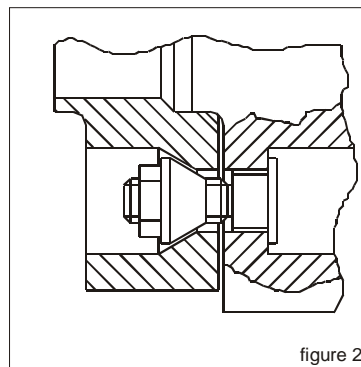
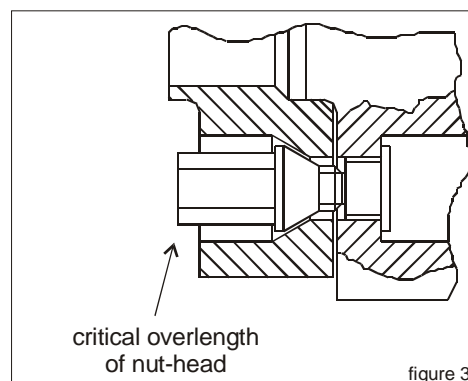
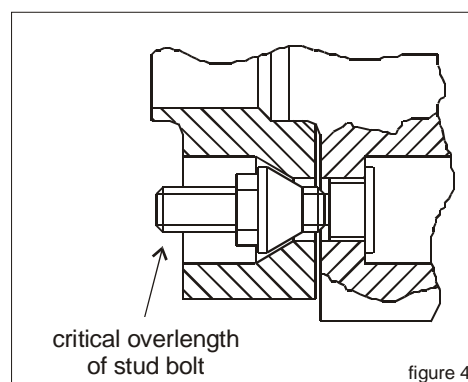

figure 2
figure 3
figure 4
Bei ordnungsgemäßem Sitz ragt der Stehbolzenschaft aus der Spezialmutter, jedoch nicht über die Spurscheibenfläche hinaus (Bild 2). Achten Sie darauf, dass weder der Kopf der Befestigungsschrauben (Bild 3) noch der Schaft der am Radträger montierten Stehbolzen über die Distanzscheibenfläche herausstehen darf (Bild 4).
If correctly seated, the stud bolt shaft will protrude from the special nut, but not beyond the thrust collar surface (Figure 2).
Please note that neither the head of the fastening bolts (Figure 3) nor the shaft of the stud bolts mounted on the wheel support must protrude beyond the spacer surface (Figure 4). If this is the case, then the wheels used must have cast pockets or reliefs which can accommodate the protruding head. If this is not the case, it will not be possible to fix the wheel correctly, and there will be an increased risk of accident, which can result in damage to property and personal injuries. If necessary, please contact our Development Department on tel. no. +49 (0) 2721 / 511-342.